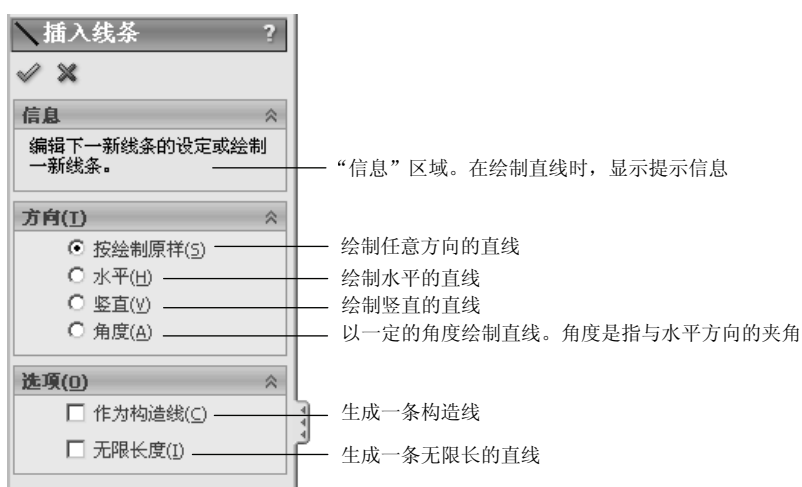

图 2.6.1 “插入线条”对话框
Step 2 选择命令。选择下拉菜单 **工具(T)** → **草图绘制实体(E)** → **直线(L)** 命令，系统弹出图 2.6.1 所示的“插入线条”对话框。